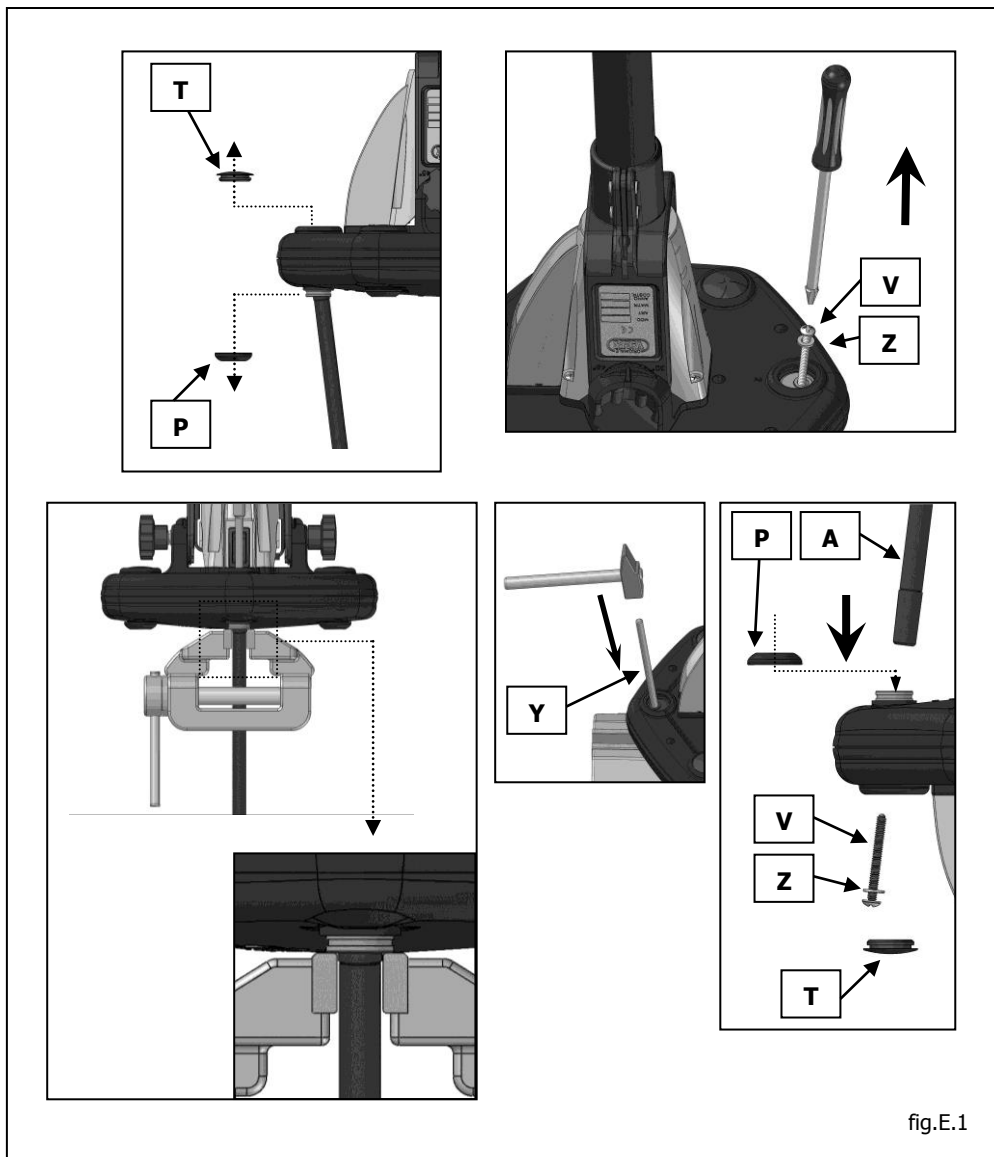

fig.E.1
*Cod. 703-705L-XL Rif. fig. E.1*